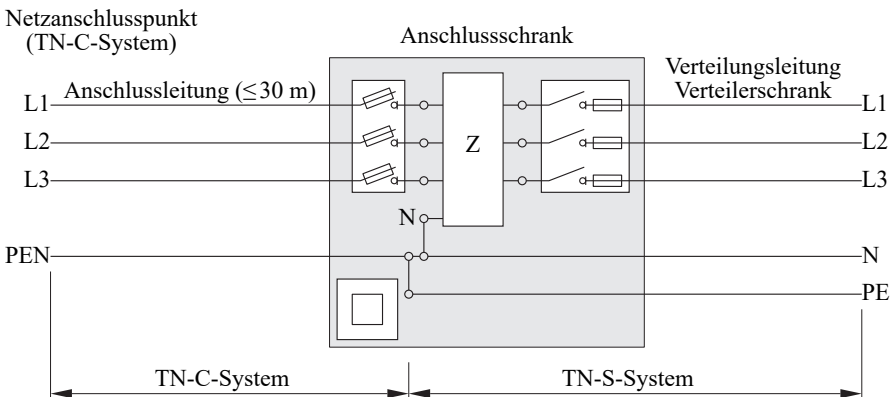
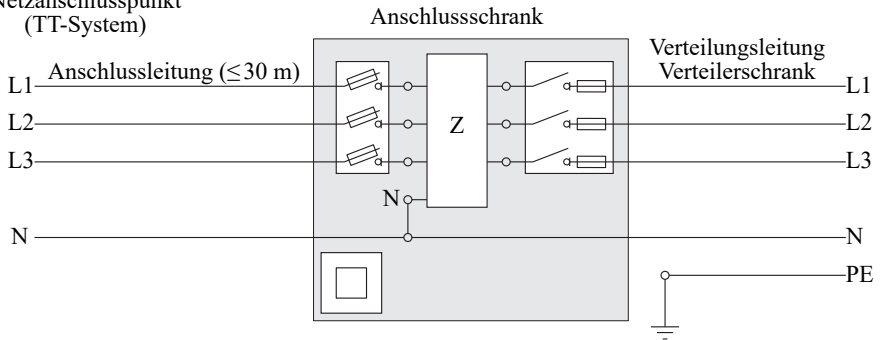

Bild 6.4 Anschlussbeispiel von Baustromverteiler im TN-System
Bild 6.5 Anschlussbeispiel von Baustromverteiler im TT-System
- Eine Anschlussmöglichkeit für den Erdungsleiter muss vorhanden sein. Im TN-System wird eine zusätzliche Erdung des Schutzleiters in jedem Verteiler empfohlen. Im TT-System muss zur Einhaltung der Abschaltbedingungen die Erdverbindung ausreichend niederohmig sein, daher muss der Schutzleiter in jedem Verteiler separat geerdet werden (siehe **Bild 6.4** und **Bild 6.5**).